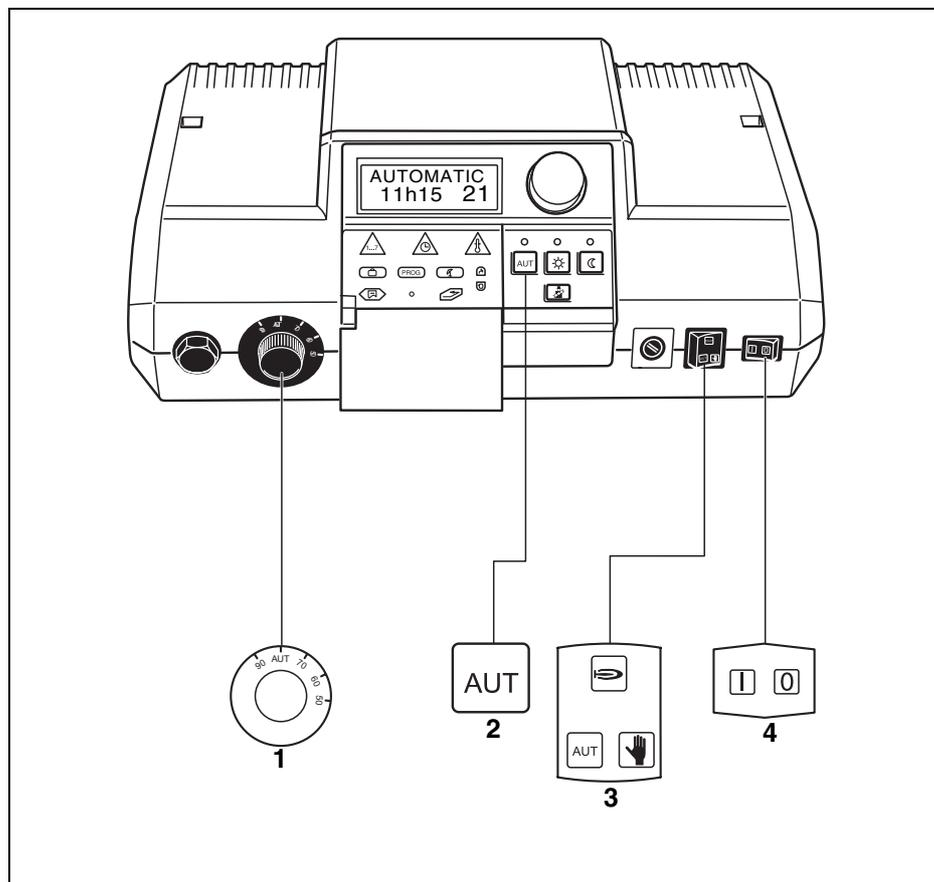

Fig. 8 Touches utilisées pour la mise en service
- Réglez l'interrupteur principal sur " I " (MARCHE) (fig. 8, pos. 4).
- Tournez le thermostat d'eau de chaudière sur "AUT" (fig. 8, pos. 1).
- Placez l'interrupteur pour les modes automatique, manuel, chauffage et eau chaude sanitaire sur "AUT" (fig. 8, pos. 3).
- Appuyez sur la touche "AUT" pour démarrer le mode automatique selon l'horloge (voir "Modification du mode de service" page 22) (fig. 8, pos. 2).
Sélectionner la position "0" sur l'interrupteur principal (fig. 8, **pos. 4**).